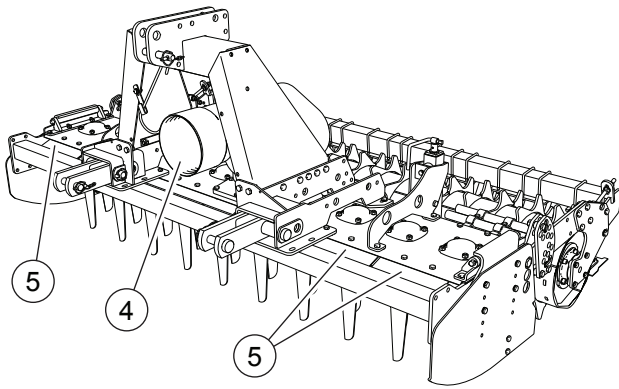

FIG. 16
- Schutzvorrichtung der Zapfwelle der Traktorseite (4, "Fig. 16").
- Schutzblech zum Werkzeugbereich hin (5, "Fig. 16").